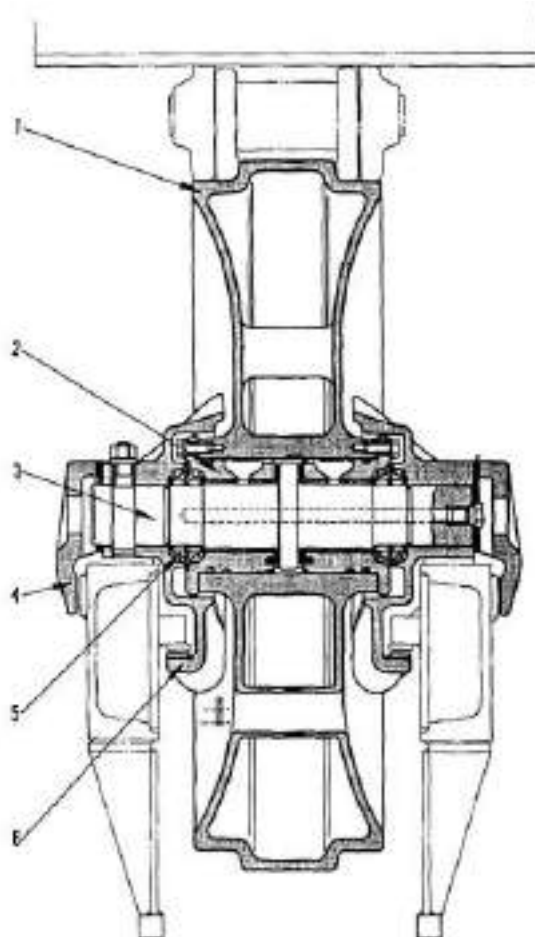

Рис. 5-43
2. Направляющее колесо (Рис. 5-43)